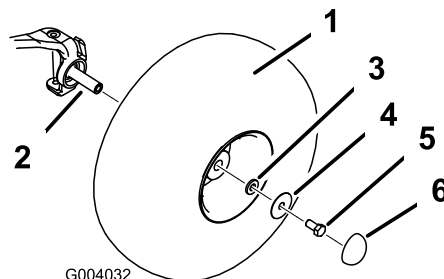

Figura 4
4. Montate le ruote usando i dispositivi di fissaggio tolti in precedenza (Figura 4) e serrate i bulloni a 183-224 Nm.